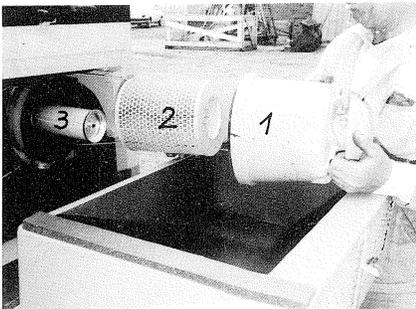

Bild 34
- (3) Staubsammeltopf abziehen (Bild 34/1) und reinigen.
- (4) Filterelement wechseln bzw. reinigen (Bild 34/2).
- (5) Setzt die Wartungsanzeige (rot) nach erfolgter Wartung des Filterelements gleich wieder ein, ist ebenfalls die Sicherheitspatrone (Bild 34/3) zu erneuern.